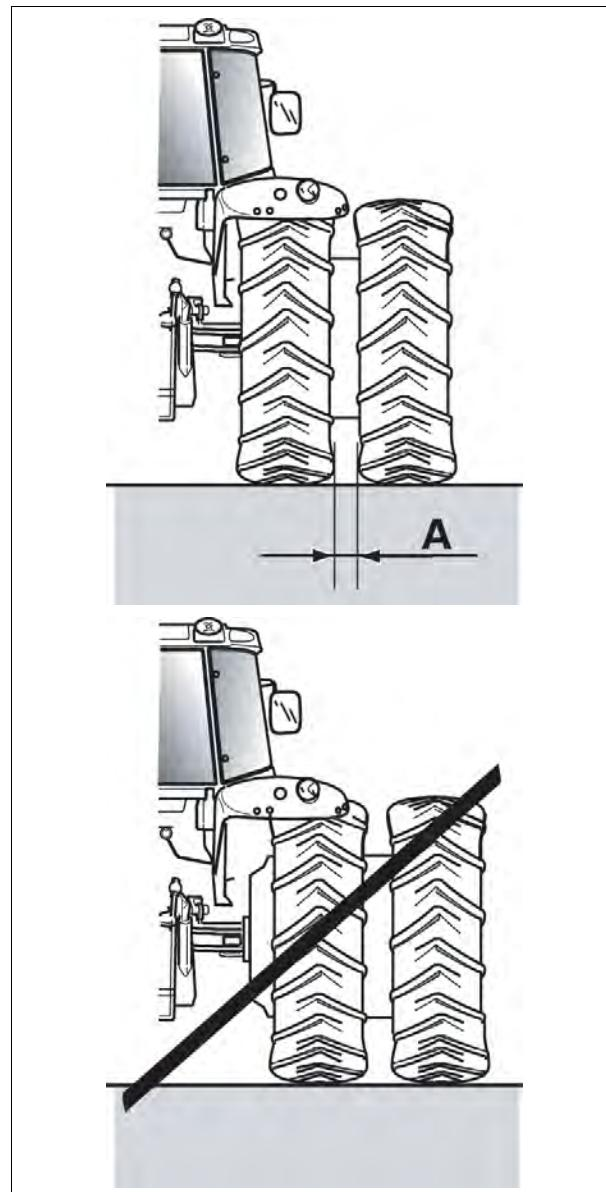

Рис. 7.
- Настройте минимальную ширину колеи для внутренних колес *рис. 7.*